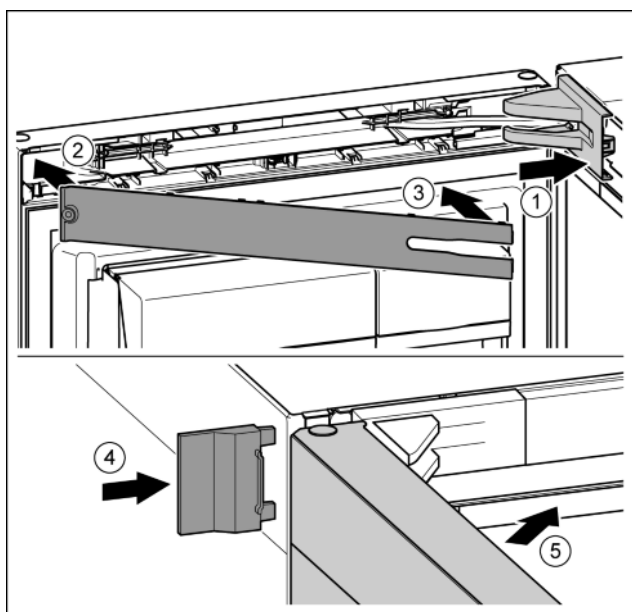

Fig. 42
- ▶ Встановіть та зафіксуйте кришку опорного кронштейна, у разі необхідності — обережно розтисніть. Fig. 42 (1)
- ▶ Встановіть накладку. Fig. 42 (2)
- ▶ Поверніть і зафіксуйте накладку. Fig. 42 (3)
- ▶ Насуньте зовнішню кришку. Fig. 42 (4)
- ▶ Закрийте верхні дверцята. Fig. 42 (5)